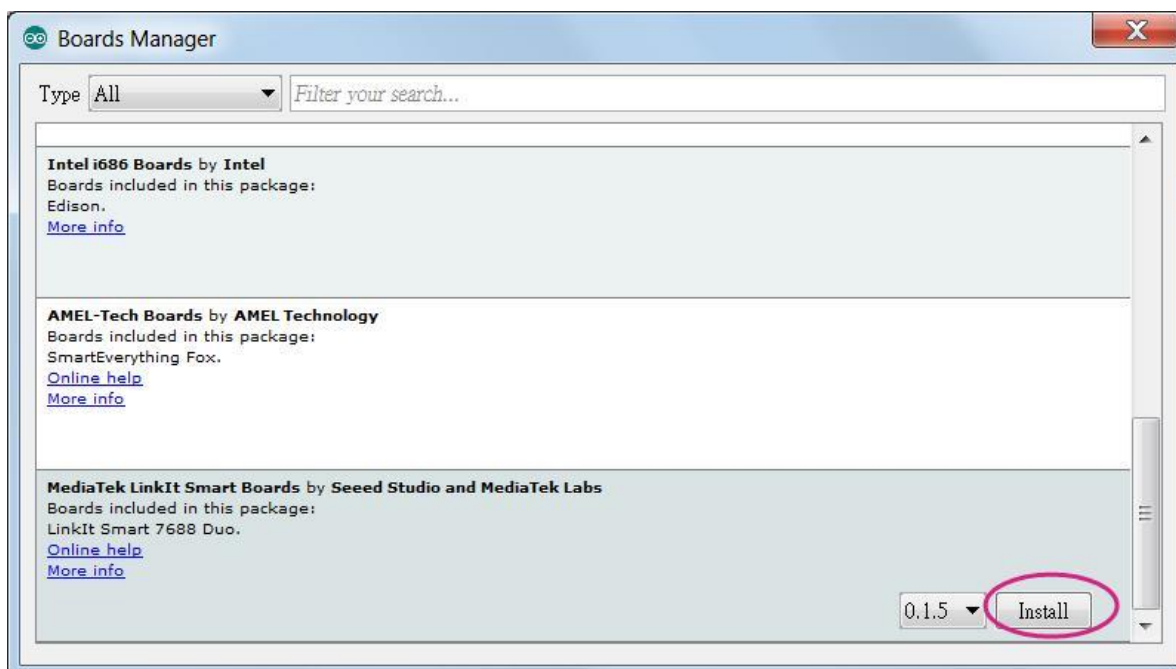

图 47 LinkIt Smart 7688 硬件支持包菜单
5) 接下来在 Boards Manager 的开发板列表里会出现一个 LinkIt Smart 开发板，如图 47 所示。点击“版本”按钮，选择最新版本安装。